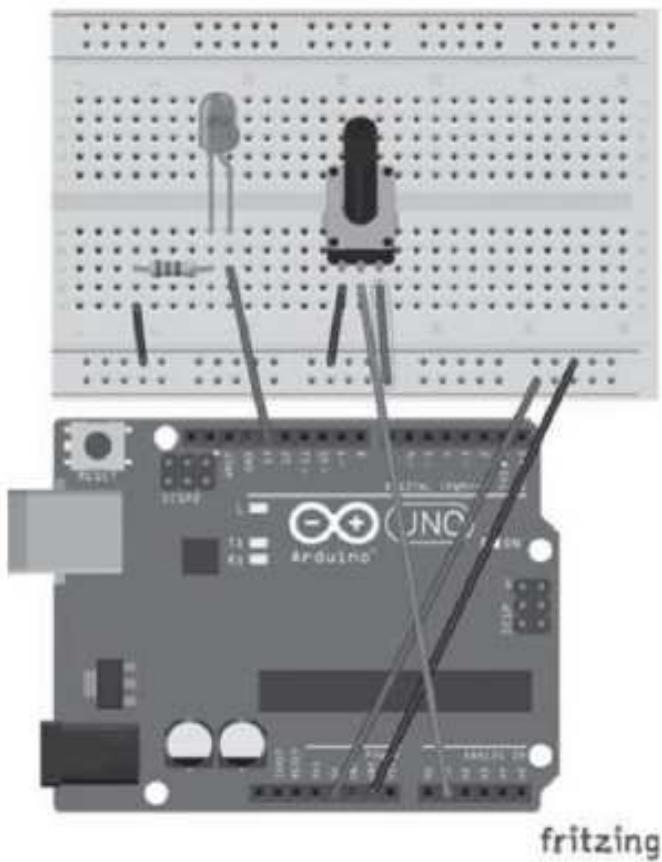

Figura 4.7 – Entrada analógica.
Conforme ilustra a Figura 4.7, devemos realizar os seguintes passos para montar o circuito:
- e) Conecte o potenciômetro na protoboard conforme a Figura 4.7 (botão de girar virado para você).